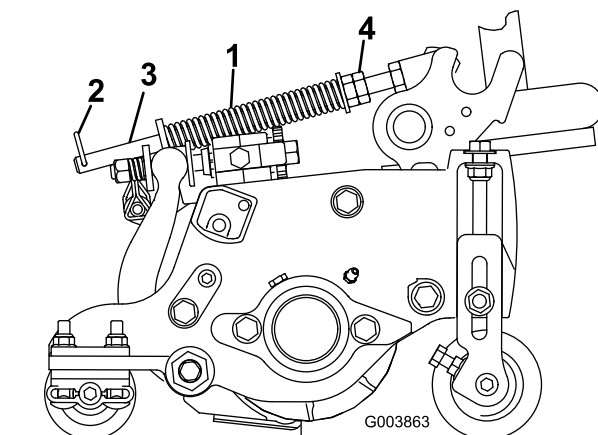

Figura 54
A mola de compensação do gramado (Figura 54) transfere o peso do rolo dianteiro para o rolo traseiro. Isso ajuda a reduzir um padrão de ondulação na grama, também conhecido como marcelagem ou oscilação.
1. Certifique-se de que o grampo esteja instalado no orifício traseiro da haste da mola (Figura 54).
2. Aperte as porcas sextavadas na extremidade dianteira da haste da mola até que o comprimento da mola comprimida seja de 15,9 cm (6,25 pol.); consulte o tópico Figura 54.